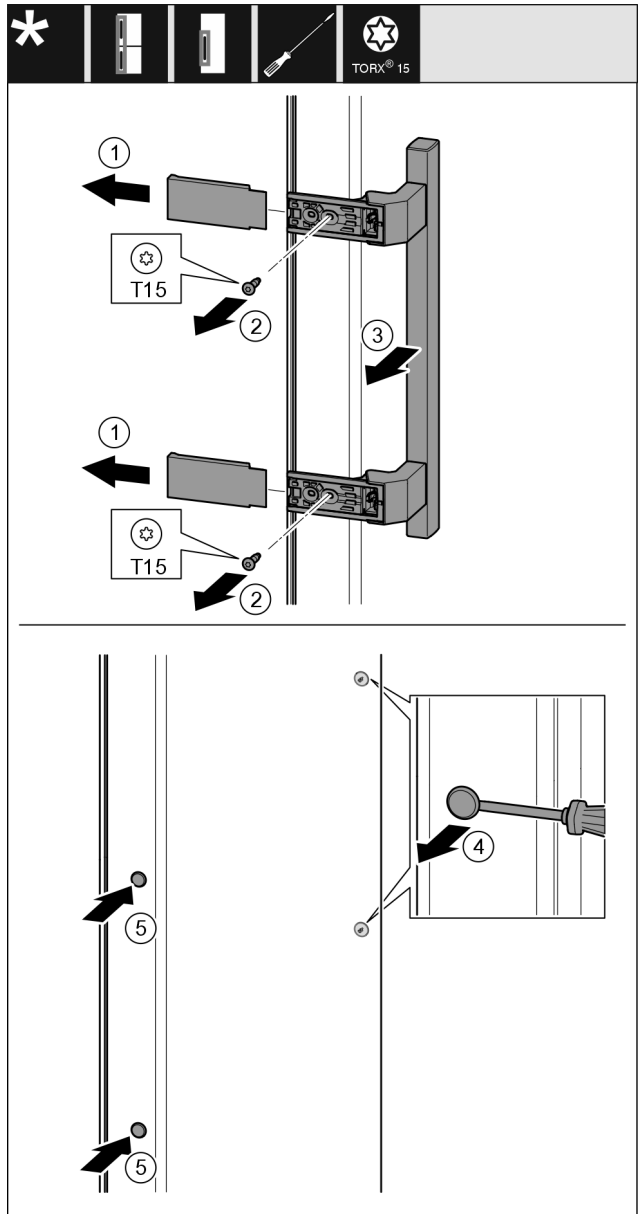

Fig. 20
- Зніміть кришку Fig. 20 (1).
- Викрутіть гвинти Fig. 20 (2) за допомогою викрутки.
- Зніміть ручку Fig. 20 (3).
- За допомогою шліцевої викрутки обережно підійміть та витягніть бокові пробки Fig. 20 (4).
- Знову вставте пробки Fig. 20 (5) з іншого боку.